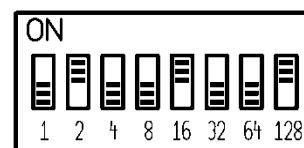

Abb. 2:
Der Dipschalter zum Einstellen der Adresse befindet sich seitlich am JAB0451. Die Adresse wird binär-codiert dargestellt und errechnet sich als Summe der auf ON gestellten Wertigkeiten. Beispiel: Wenn der zweite (2), der fünfte (16) und der achte (128) DIP-Schalter auf ON stehen, dann ist die Bus-Adresse des Gerätes 146 ( $2 + 16 + 128 = 146$ ). Siehe Abb. 2.